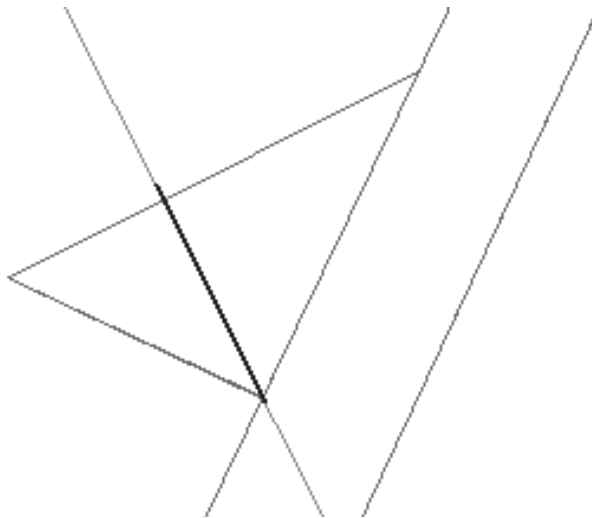

Рисунок 6.20 – Ескіз для формування опорної поверхні під масловказівний покажчик
4. Створіть ще один ескіз в цій же площині. У ньому розмістіть один відрізок, який позначить опорну поверхню ніші (рис. 6.20).